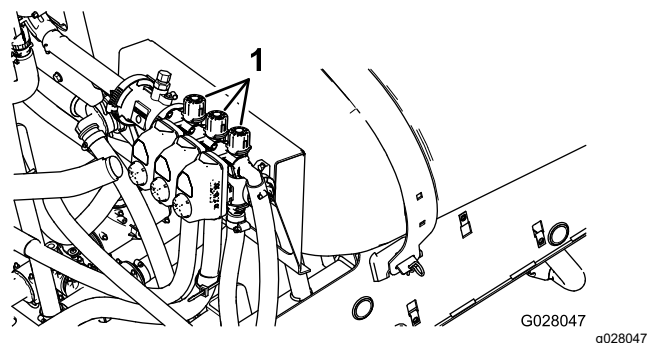

Figura 21
2. Desactive la sección izquierda y ajuste el mando de desvío de la sección (Figura 21) hasta que la presión marcada coincida con el valor
4. Ajuste el mando de desvío de la sección derecha (Figura 21) hasta que la presión marcada coincida con el valor previamente ajustado (típicamente 2.75 bar / 40 psi).
6. Ajuste el mando de desvío de la sección central (Figura 21) hasta que la presión marcada coincida con el valor previamente ajustado (típicamente 2.75 bar / 40 psi).